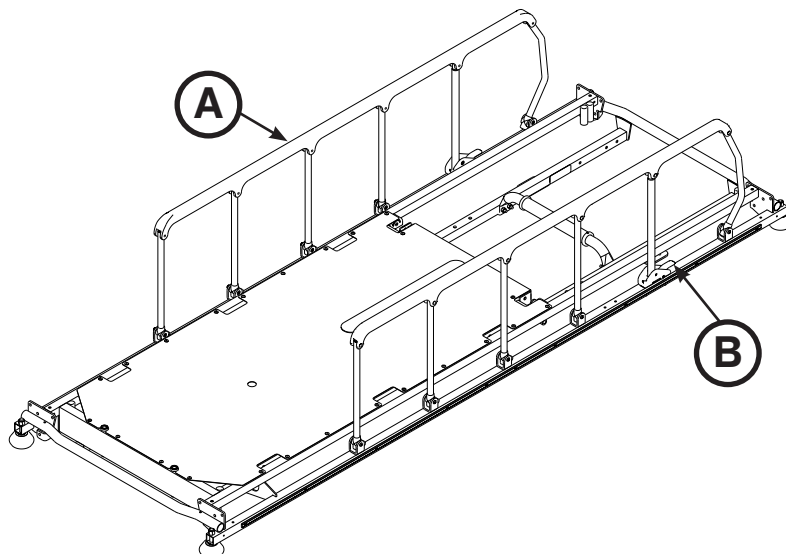

Figura 4 - Sponde laterali
**Per alzare le sponde laterali**, tirare verso l'alto la sponda laterale (A) fino alla posizione superiore massima finché non si inserisce il fermo (B), come illustrato nella Figura 4.
**Per abbassare le sponde laterali**, tirare verso l'alto il fermo (B) e accompagnare la sponda laterale fino alla posizione più bassa, come illustrato nella Figura 4.